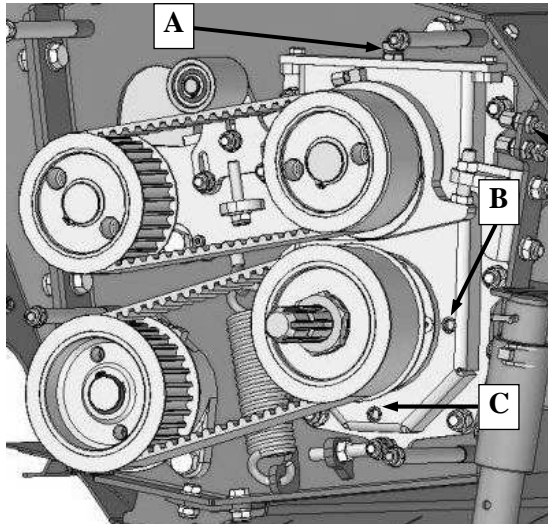

Abb. 50. Ölprüfungen und – wechselpunkte
Vor der Ölüberprüfung im Walzengetriebe sollte der Deckel entfernt werden. Das Öl kann nach Abnahme des Entlüfters A (Abb. 50) oberhalb des Getriebe nachgefüllt werden. Der Ölstand wird durch das Herausdrehen des Kontrollstopfens (B) überprüft. Sollte sich zu wenig Öl im Getriebe befinden, so gilt es so lange Öl einzufüllen, bis dieses durch den Kontrollstopfen (B) sichtbar wird. Die Ölmenge im Getriebe sollte 0,5L betragen. Gemessen wird der Ölstand, nachdem das Mähwerk in die Waagerechte gestellt wurde. Der Stopfen (C) dient zum ablassen von Öl.